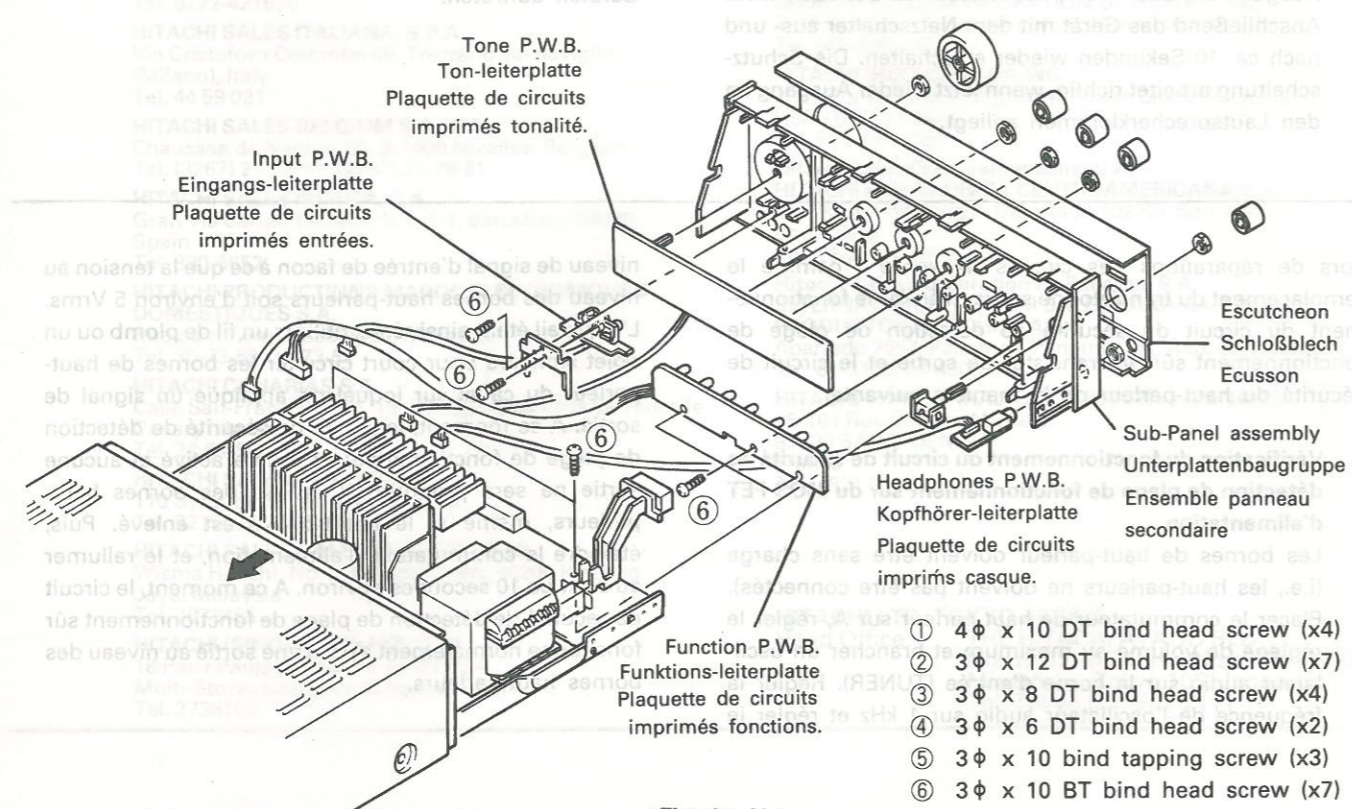

Fig. 2 Abb. 2
2. **Escutcheon (Fig. 2, 6)**
2. **Schloßblech (Abb. 2, 6)**
**2. Escusson (Fig. 2, 6)**